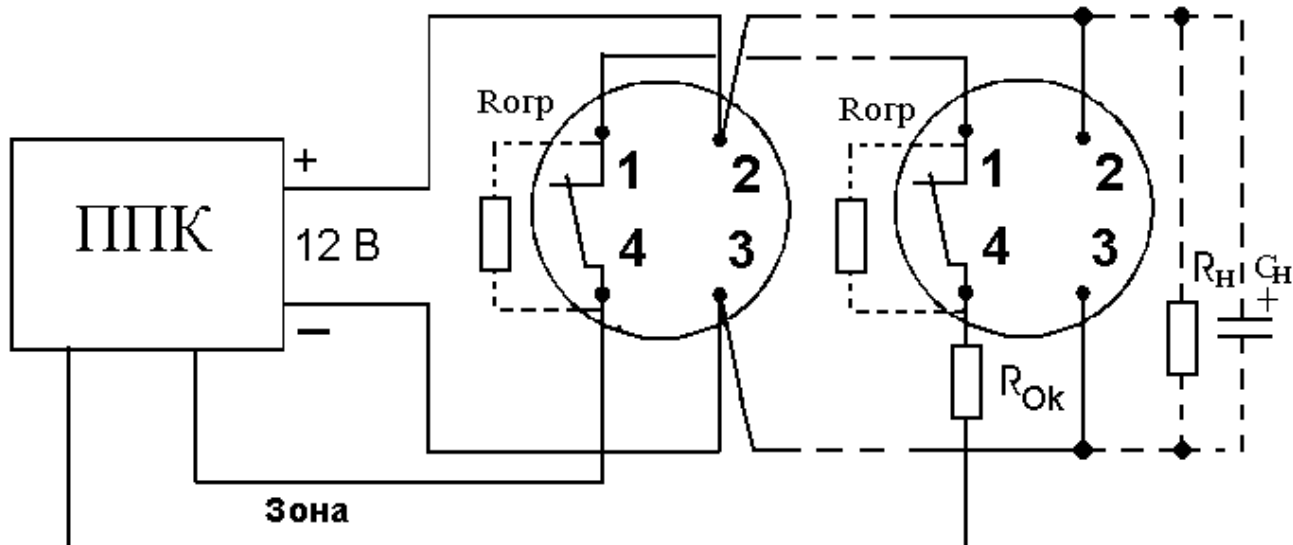
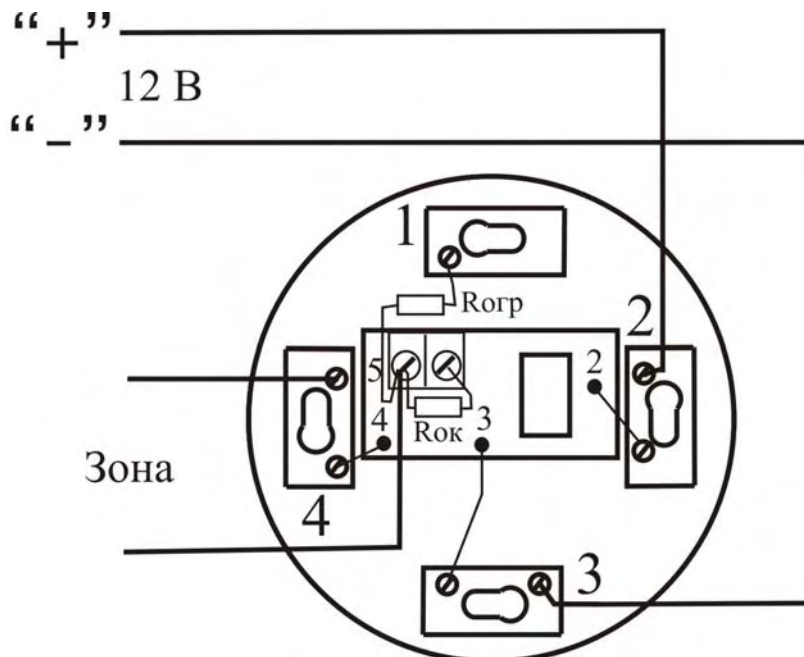

Рис. 1
Рис. 4
2.10 Сопротивление разомкнутых контактов реле	в зависимости от Rогр (см рис.1)
3.2 При условии специального заказа возможна поставка извещателей с установленными резисторами (Rогр см. рис. 1) заданного сопротивления параллельно нормально-замкнутым контактам реле.
6.6 Схемы подключения извещателей к ППК с различными ШС приведены на рис. 1 – рис. 4.